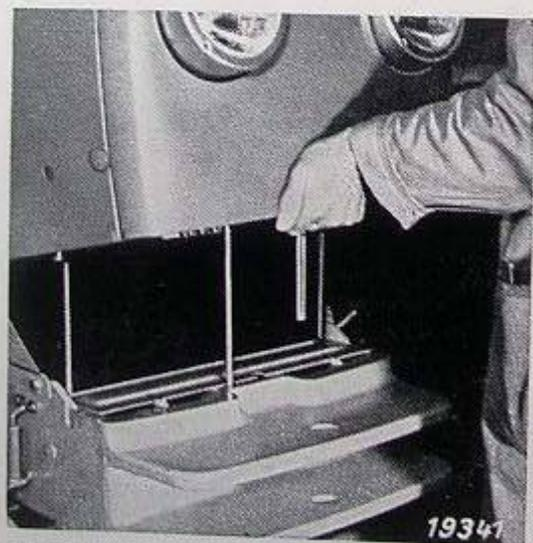

Bild 95
2. Haube stirnseitig (in der Mitte unten) anheben – (Bild 95) – und die Haubenstütze ① in die vorgesehene Stützlasche ② über dem Luftfilter setzen und mit dem Federstecker ③ sichern. (Bild 96)